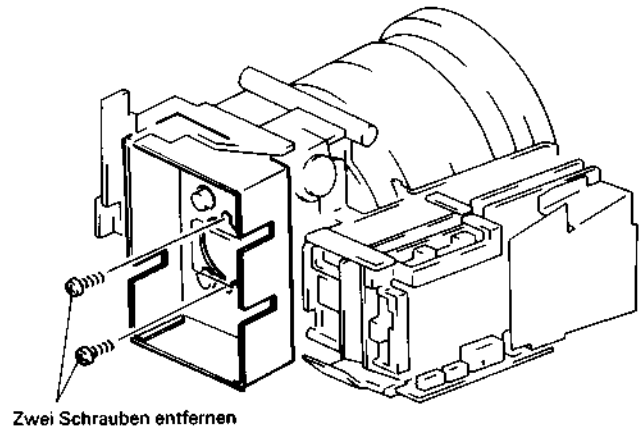

Abb. 2.109 Ausbau des Objektivblocks
5. Die zwei (2) Schrauben und das Sensor-Abschirmgehäuse entfernen (siehe Abb. 2.109).